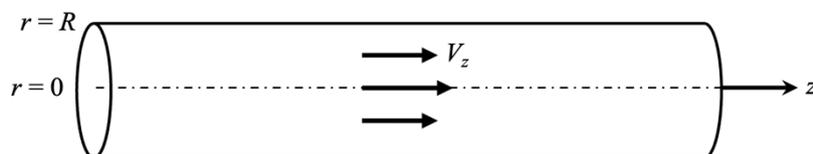

図 B2-2
- (3) 図 B2-2 のように、内径 $2R$ の円管が水平方向 (z 軸) に沿って置かれており、一定の圧力こう配 ($\partial p / \partial z$) のもと、管内の流体は完全発達状態の層流として流れている。円筒座標系 (r, θ, z) におけるナビエ・ストークスの式の z 成分は、以下のように書ける。